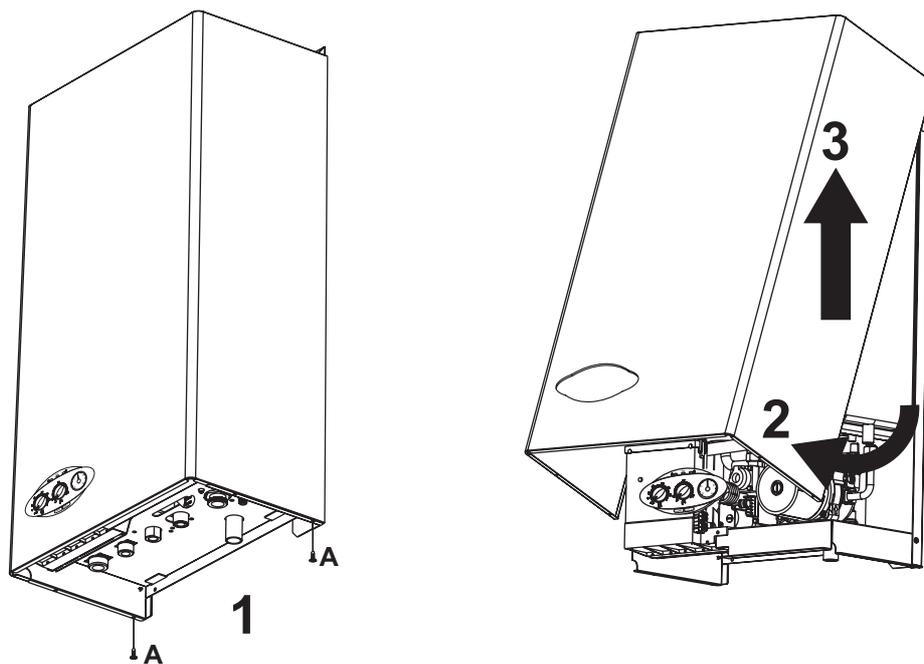

fig. 9 - Apertura mantello
1. Svitare le viti A (vedi fig. 9).
2. Ruotare il mantello (vedi fig. 9).